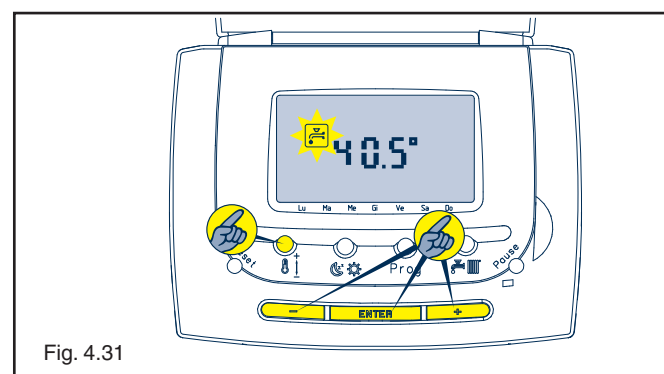

Fig. 4.31
- Premere il tasto , sul display l'indicatore comincia a lampeggiare ed appare la temperatura attuale dell'acqua sanitaria (fig. 4.31)